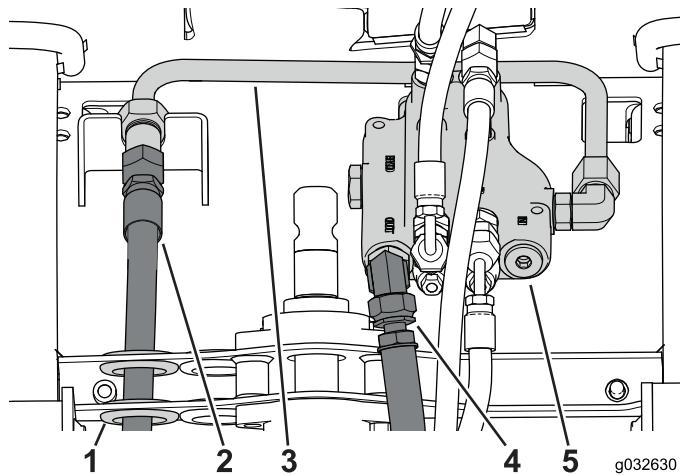

Bild 106
- Stellen Sie eine geeignete Auffangwanne unter das Regelventil (Bild 106).
- Schließen Sie den Zulaufschlauch vom Rohranschluss ab und ziehen ihn durch die Durchgangsbohrung heraus (Bild 106).
- Schließen Sie den Rücklaufschlauch vom Regelventil ab (Bild 106).